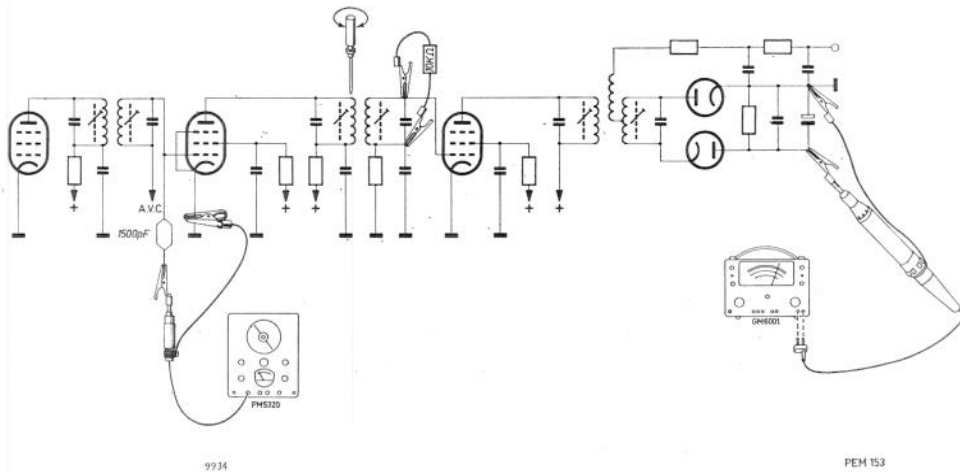

Fig. 18. Beurtelings dempen en afregelen van primaire en secundaire kringen
8. Regel de kernen van de overige m.f.-bandfilters in de volgorde die in de servicedocumentatie van de ontvanger is aangegeven. Nadat een van de kringen van een bandfilter is ingesteld, dient deze kring te worden gedempt met een weerstand van ca 10 k $\Omega$ , waarna afregeling kan plaatsvinden van de andere kring van het bandfilter (fig. 18). Intussen moet de uitgangsspanning van de signaalgenerator voortdurend zodanig worden ingesteld, dat de buisvoltmeter niet meer dan  $-3$  V aanwijst.